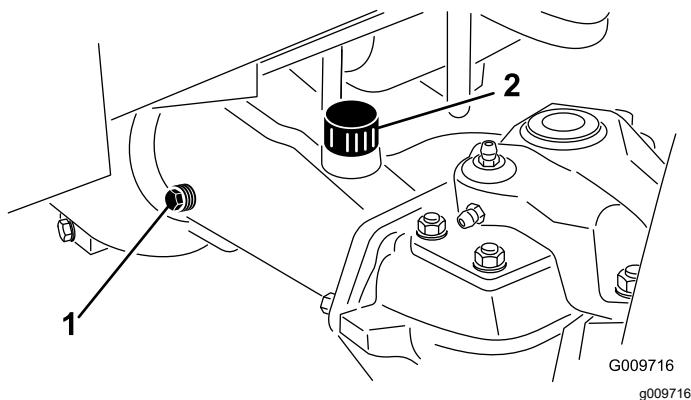

Bild 111
2. Entfernen Sie eine Prüfschraube aus einem Ende der Achse und stellen sicher, dass das Öl die Unterseite des Lochs erreicht (**Bild 111**).